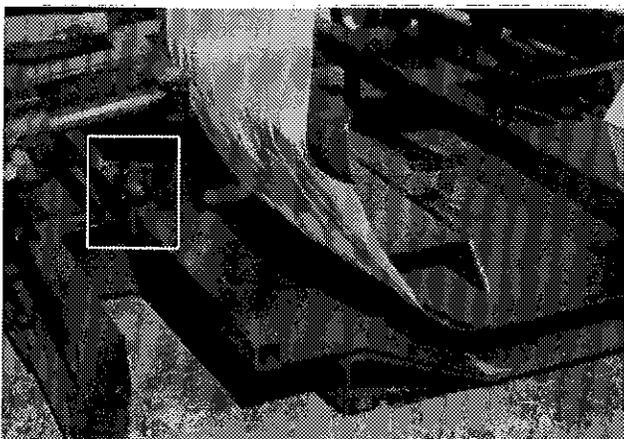

Figure 25
- 5) Ne pas oublier de repousser en place la plaque de support du ProTube jusqu'à ce qu'elle soit verrouillée à sa position. (fig. 25)